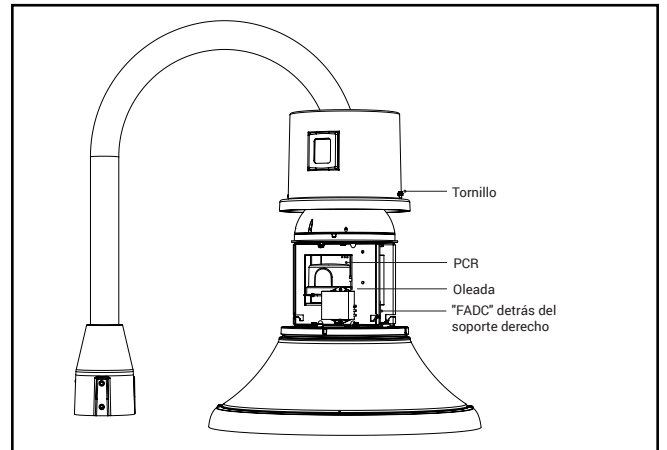

Figura 6.
9. Apriete los tornillos de sujeción (4) que se encuentran alrededor de la cubierta giratoria. Apriete los tornillos de sujeción en forma de estrella para asegurarse de que la luminaria quede en posición. Apriete todos los tornillos a 15 in-lb (1.6 Nm). No apriete demasiado los tornillos de sujeción.
10. Solo para HTN (luminaria alta). La cubierta de elevación de servicio se retira aflojando los dos tornillos cautivos de cabeza hexagonal de 1/4 in (Figura 6).